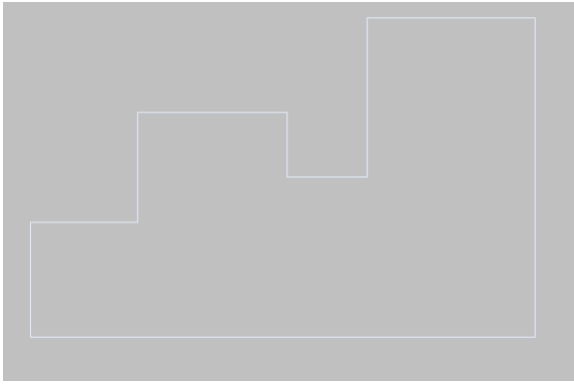

Рис.1
6. *Выполнить упражнение 1(см.рис.1)*
1) Создайте при помощи Полилинии произвольный контур (рис.1)